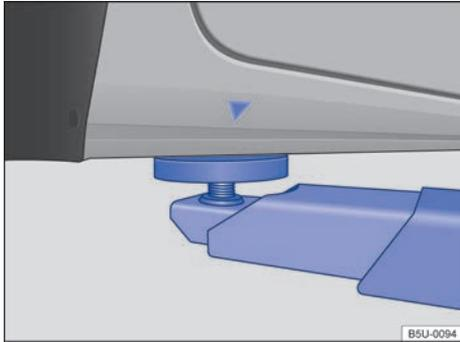
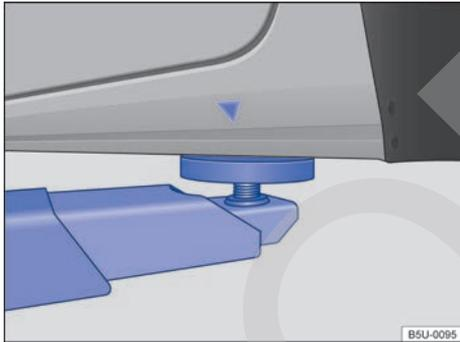

Fig. 187 Puntos de apoyo delanteros para la suspensión con plataforma elevadora o con gato.
Fig. 188 Puntos de apoyo traseros para la suspensión con plataforma elevadora o con gato.
El vehículo debe ser suspendido solamente por los puntos indicados en las figuras → fig. 187 y → fig. 188. Si el vehículo no está suspendido por los puntos indicados, pueden ocurrir daños en el vehículo → Ⓞ y lesiones graves → ⚠.
- Suspender el vehículo solamente por los puntos indicados en las figuras → fig. 187 y → fig. 188. Si el vehículo no es suspendido por los puntos indicados, puede caer de la plataforma elevadora cuando, por ejemplo, se desmonta el motor o la suspensión.